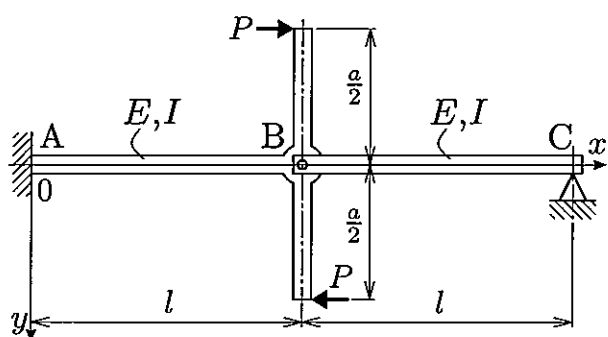
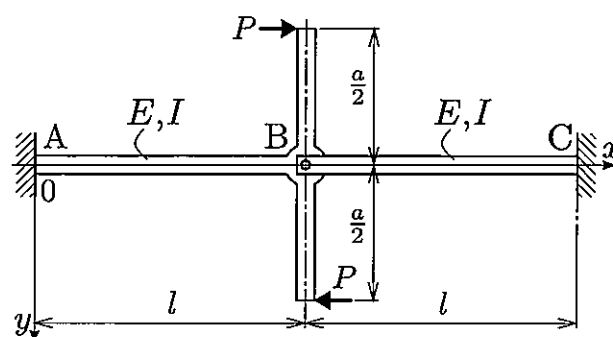

図1
図2
- (1) 図1に示すように、点Bにアームを持つはりABと、はりBCが点Bでピン接合されている。点Aは固定端支持、点Cはナイフエッジ支持されている。どちらのはりもヤング率 E 、断面二次モーメント I である。はりABのアームに図1に示す2つの荷重 P が作用するとき、点Bの水平方向変位 δ_{BH1} および垂直方向変位 δ_{BV1} を求めよ。
- (2) 図2に示すように、図1の点Cが固定端支持に変更された構造がある。はりABのアームに図2に示す2つの荷重 P が作用するとき、点Bの水平方向変位 δ_{BH2} および垂直方向変位 δ_{BV2} を求めよ。